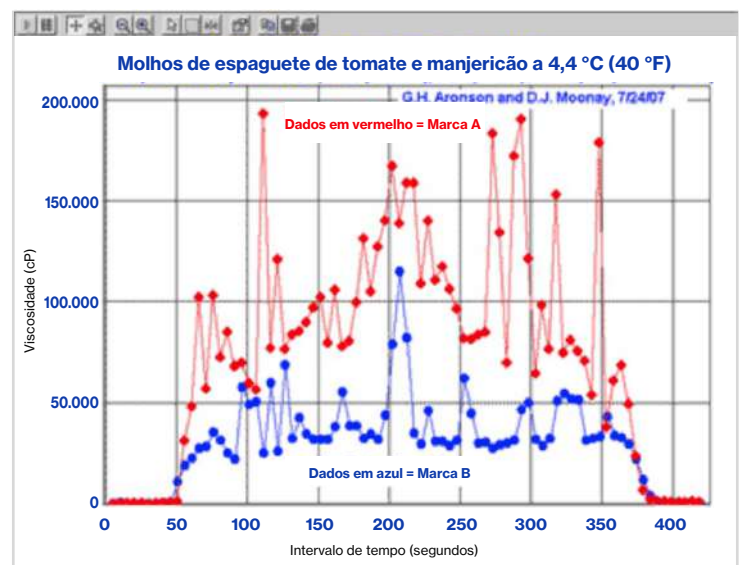

Figura 2: Molhos de espaguete de tomate e manjerição a 4,4 °C (40 °F) analisados com o sistema HPQA.
- Figura 2: Mostra os resultados de viscosidade com o HPQA, que fornece uma medição mais precisa ao interagir com os componentes sólidos e líquidos do molho.